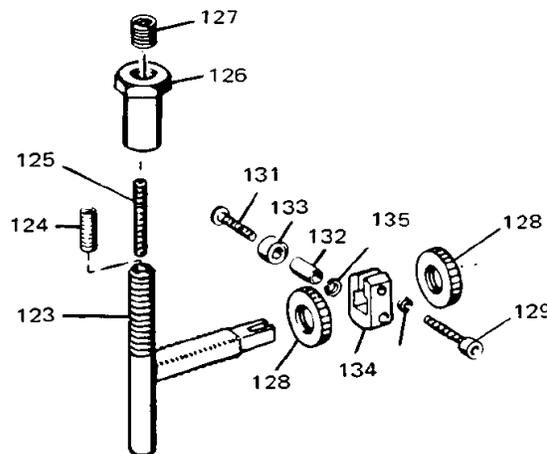

Figura 3-1. Vista Detalhada do Ajuste de Alta Velocidade
3. Inicialmente, posicione o parafuso de regulação do ajuste de alta velocidade (125, Figura 3-1) de modo a que a extremidade superior fique embutida na parte superior do parafuso de regulação de velocidade em forma de T (123).
- b. Se a velocidade alta necessária for atingida antes de a pressão do ar de controlo ser ajustada para o valor máximo necessário, mova o suporte do pivô do rolamento de esferas (fulcro) (134, Figura 3-1) em direção ao cilindro de regulação de velocidade para diminuir a gama de velocidades do regulador relativamente à gama de pressões do ar de controlo.
- c. Rode o parafuso de pressão do ajuste de alta velocidade (125, Figura 3-1) do parafuso de ajuste de velocidade (123) no sentido horário até entrar em contacto com a cavilha de paragem de alta velocidade. Se o parafuso de pressão for demasiado rodado, a velocidade do propulsor principal diminuirá.